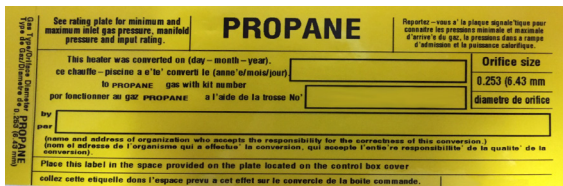

Figura 10.
18. Si la combustión es adecuada y el análisis del escape está dentro del rango, complete la conversión colocando la placa de conversión y la etiqueta. Consulte la figura 10.